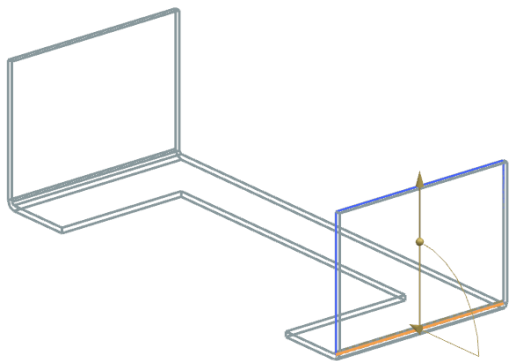

图 6-29 选择弯边
(4) 选择弯边，在视图区预览显示所创建的弯边，如图 6-29 所示。在“弯边”对话框中设置“宽度选项”为完整，“长度”为 27，“角度”为 90，“参考长度”为“外部”，“内嵌”为“材料外侧”，在“折弯止裂口”和“拐角止裂口”下拉列表框中选择“无”。